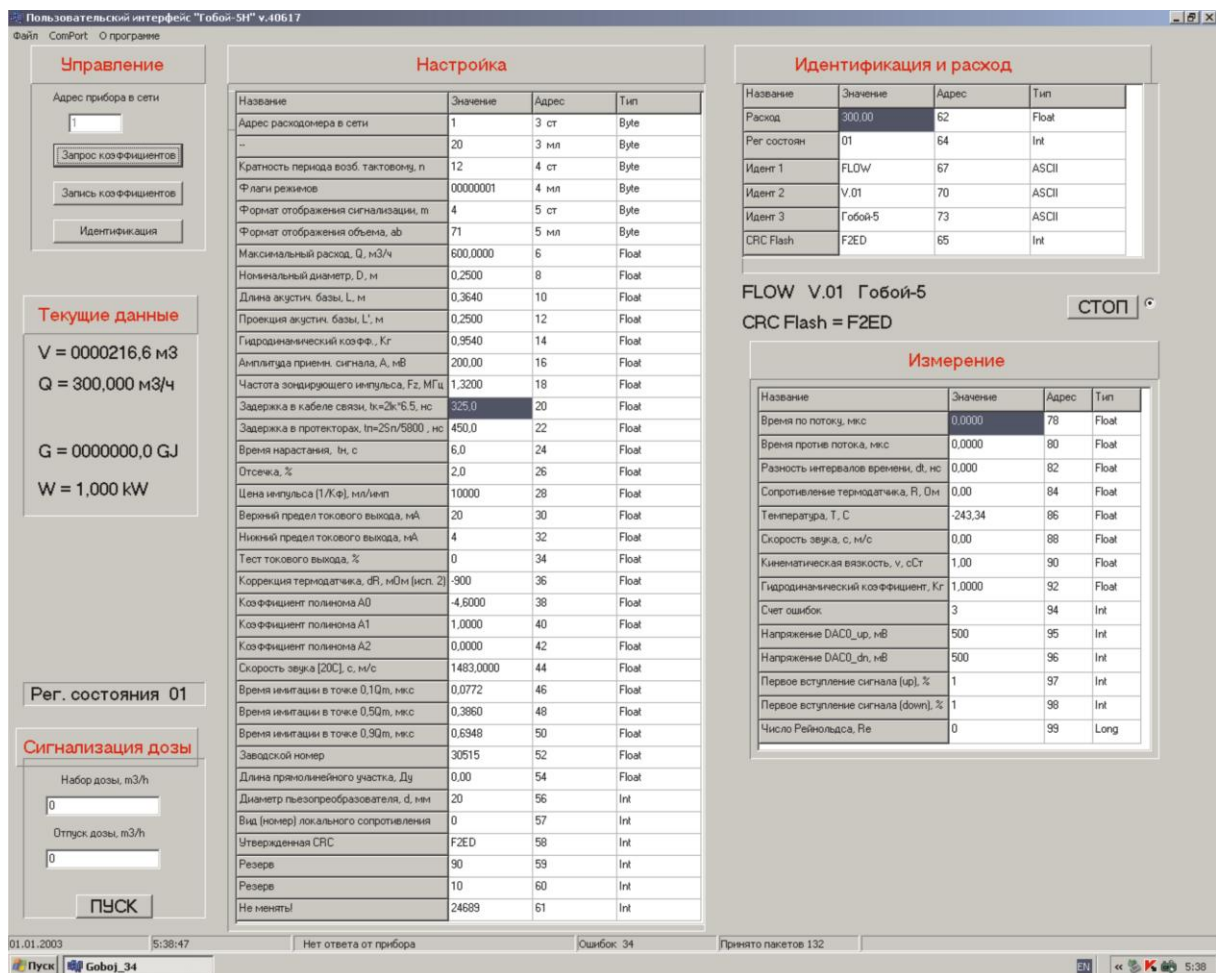

Рис.3.
7. Обработать клавишу “Запрос коэффициентов”, “Идентификация” и “Стоп”. Должна появиться заставка с Вашими данными, рис.3.